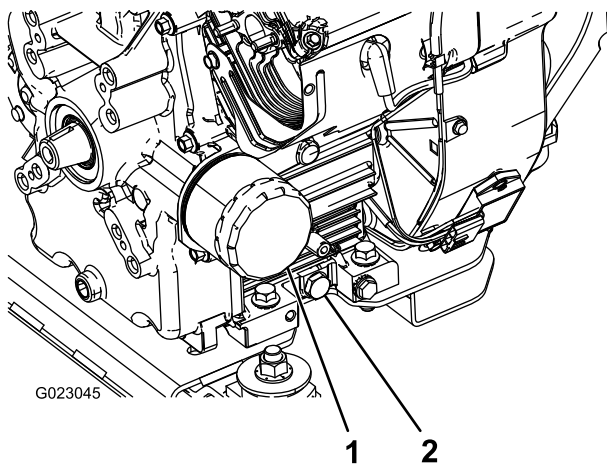

Figura 41
5. Togliete il tappo di spurgo. (Figura 41).
2. Togliete il filtro dell'olio (Figura 41).
5. Montate il nuovo filtro dell'olio sull'adattatore. Girate il filtro in senso orario finché la guarnizione di gomma non tocca l'adattatore, quindi serrate il filtro di un altro mezzo giro (Figura 41).